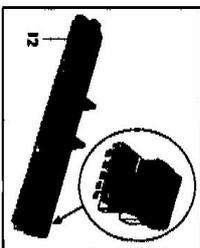

Abb. 15
- Einsatz mit Gummileisten um harte Flächen zu bedämpfen und/oder mit Reinigungsmittel zu besprühen (Abb. 15)